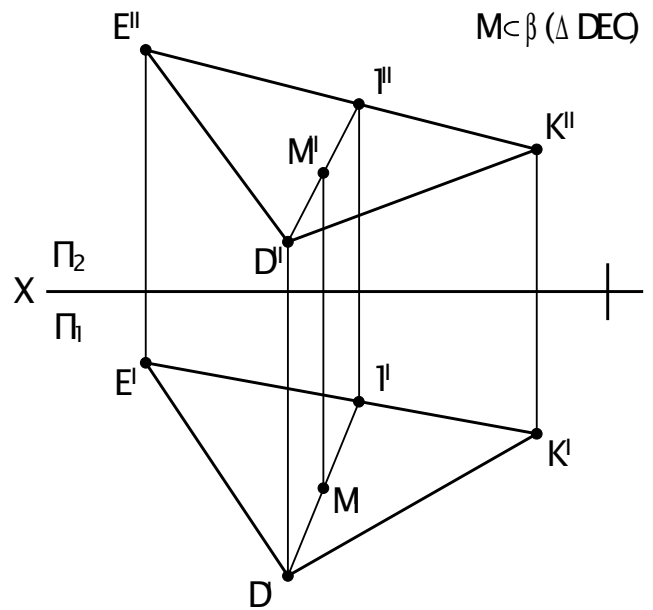

Рис. 13
4. Точка принадлежит плоскости, если она лежит на прямой, принадлежащей этой плоскости (Рис. 13).